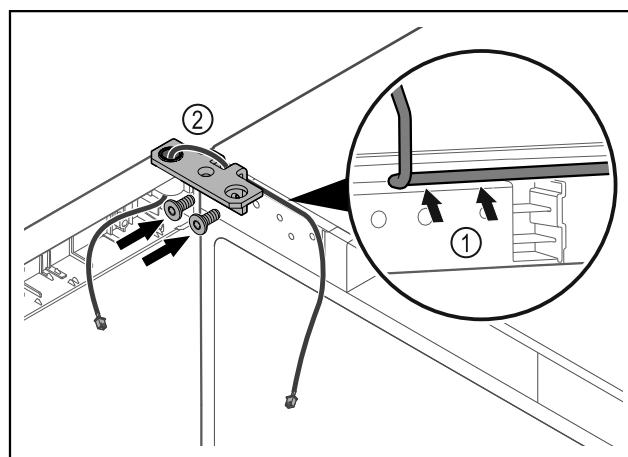

Fig. 37
- Περάστε το καλώδιο μέσα από το άνοιγμα της γωνίας μεντεσέ και τοποθετήστε το προσεκτικά Fig. 37 (1).
- Βιδώστε τη γωνία μεντεσέ Fig. 37 (2).